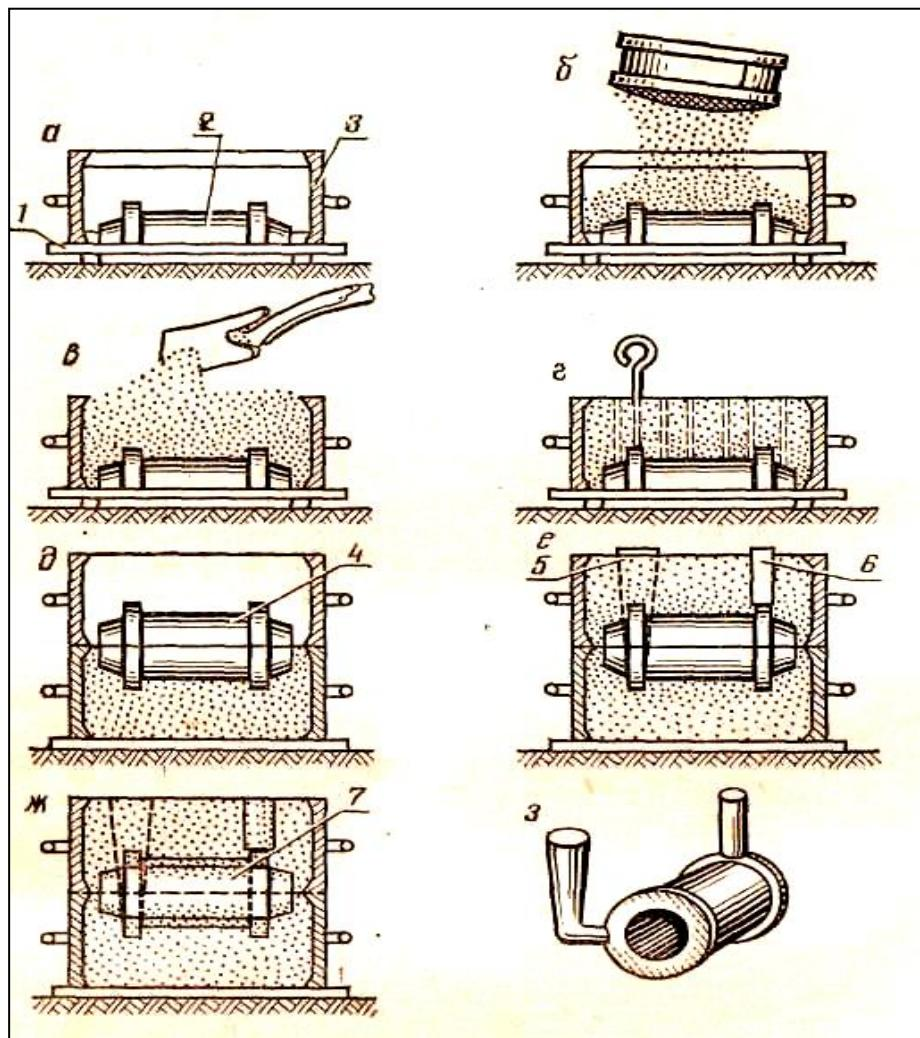

Рисунок 3.2 – Схема изготовления отливки: 1- ; 2- ; 3- ; 4- ; 5- ; 6- ; 7- ; 8- ; а-3 -
3. Технология ручной формовки в 2-х опоках заключается в следующем (рис.3.2):